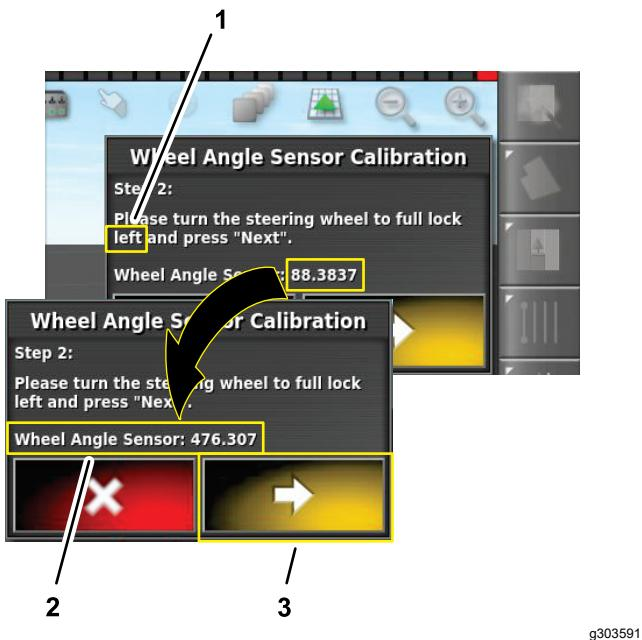

Figura 163
6. En el paso 2, gire el volante a la izquierda a tope, pare y pulse el icóno Paso siguiente (Figura 163).